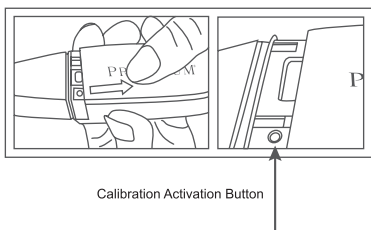

图 1.11
4. 除去电池盖，露出校准启动按钮；左下方边缘处有个孔，如图1.11所示。